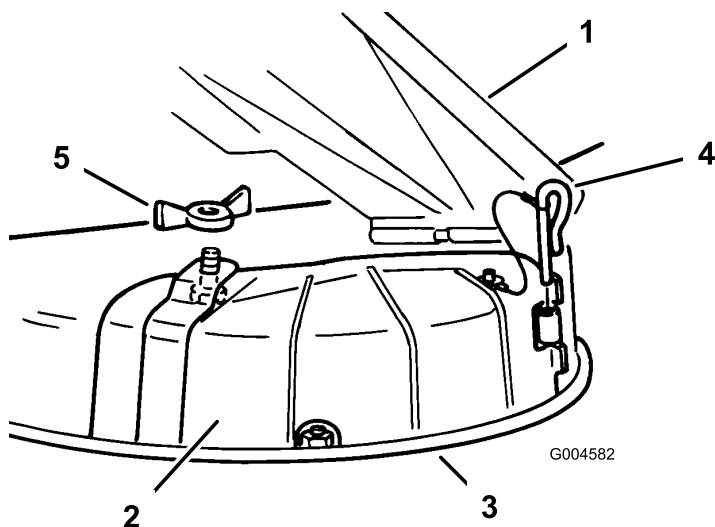

Figura 4
1. Levante el deflector de hierba y coloque la tapa de descarga sobre la abertura, en el borde inferior del cortacésped, e introdúzcala en la bisagra delantera (Figura 4).
2. Coloque el pasador en la bisagra (Figura 4).
3. Fije la tapa de descarga al cortacésped con la tuerca de orejeta (Figura 4).